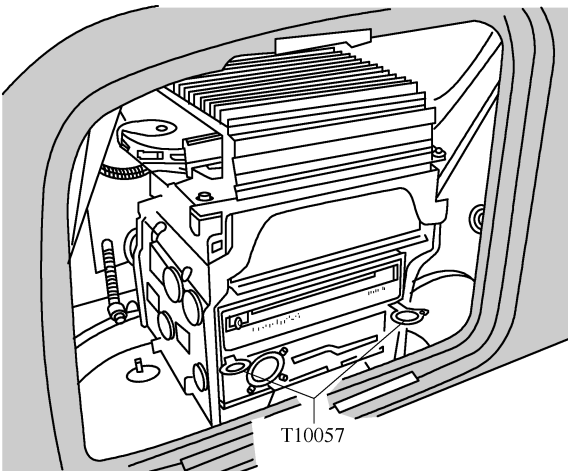

图 10-3-13 用收音机松脱工具 T10057
(4) 如图 10-3-13 所示，把收音机松脱工具 T10057 的两只夹子插到带 CD 光盘驱动器的导航系统控制单元 J401 的前侧；从架子上拔出带 CD 光盘驱动器的导航系统控制单元 J401，按压控制单元一侧的锁止凸耳，把夹子从带 CD 光盘驱动器的导航系统控制单元 J401 中拔出。